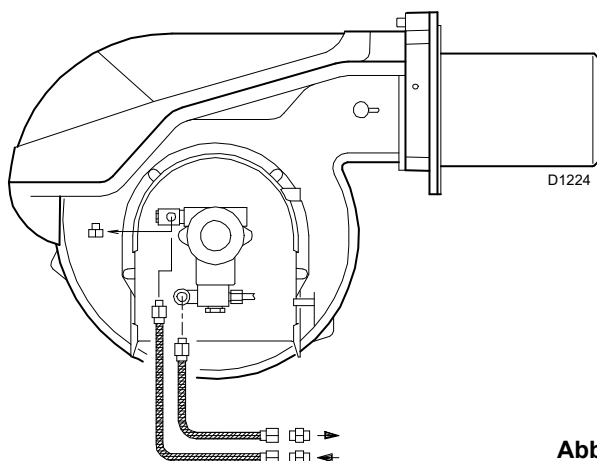

Abb. 22
7.2 Hydraulische Anschlüsse (Abb. 22)